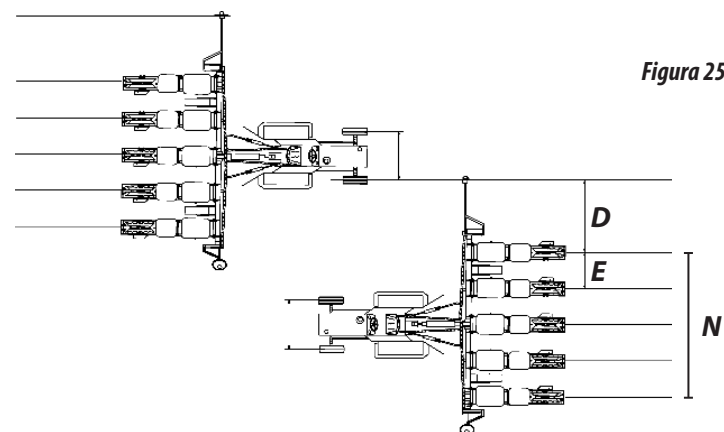

Figura 25
- 8- Regule o disco marcador de linha com 1,09 m até o centro da primeira linha de plantio. FIGURA 25.